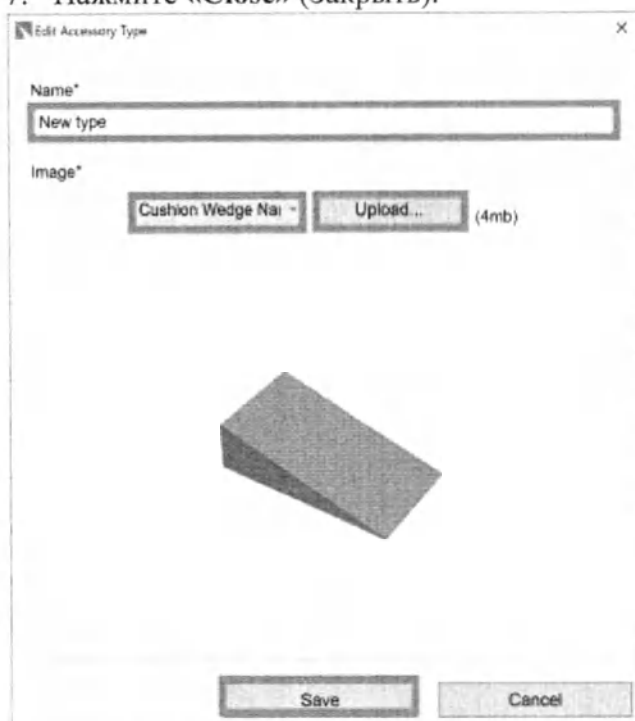

Рисунок 19. Диалоговое окно «*Edit Accessory Types*» (Редактировать типы принадлежностей).
4. Нажмите *Edit* («Редактировать»). Откроется диалоговое окно «*Edit Accessory Type*» (Редактировать тип принадлежности) (рисунок 19)